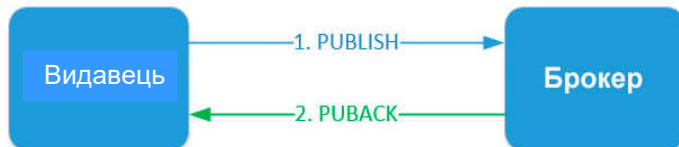

Рис. 5.4. Схема реалізації другого рівня якості сервісу
Другий рівень якості сервісу це QoS 1 «*At least once*» (див. рис. 5.4). Цей рівень гарантує, що повідомлення буде обов'язково доставлено брокеру, але існує ймовірність дублювання повідомлень від видавця. Після отримання дубліката повідомлення, брокер знову робить його розсилання передплатникам. Крім того, брокер надсилає підтвердження про отримання повідомлення. Якщо видавець не отримав повідомлення типу PUBACK (див. табл.6.1) від брокера, він вдруге відправляє пакет, при цьому встановлюється (1) флаг DUP.